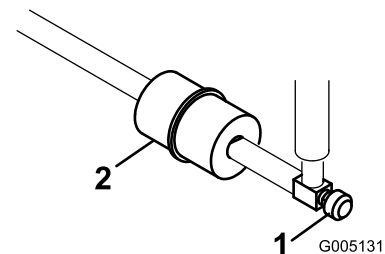

Figura 33
El filtro de combustible en línea se encuentra en el tubo de combustible, entre el depósito de combustible y el carburador (Figura 33).
- Cierre la válvula de cierre del combustible (Figura 33).
- Coloque un recipiente debajo del filtro, afloje la abrazadera en el lado del carburador del filtro y retire el tubo de combustible (Figura 33).
- Afloje la otra abrazadera y retire el filtro (Figura 33).